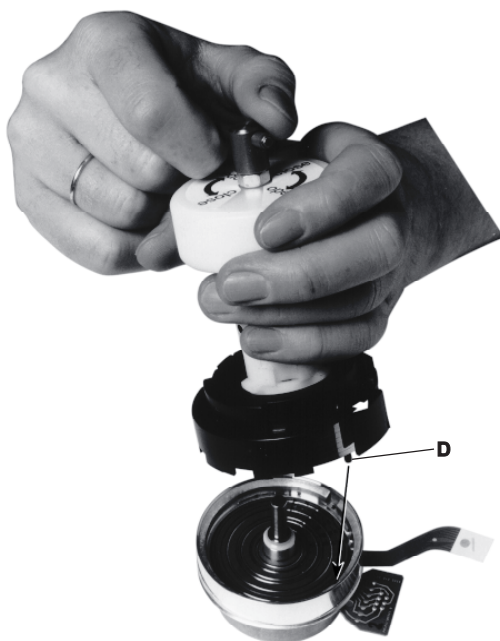

Fig. 12
- Die Kopfscheibe so aufsetzen, daß der Stift "D" der Schutzkappe in die Bohrung des Stators eingreift. Die Kopfscheibe in der Mitte mit einer Kraft von 1N niederdrücken und den Griff der Abziehvorrückung nach links in Pfeilrichtung "CLOSE" drehen (Fig. 12).
- Position the headwheel so that pin "D" of the protecting cap engages with the hole of the stator. Press the headwheel down in the middle with a force of 1N and turn the lever of the extractor counter clockwise in the direction of the arrow "CLOSE" (Fig. 12).